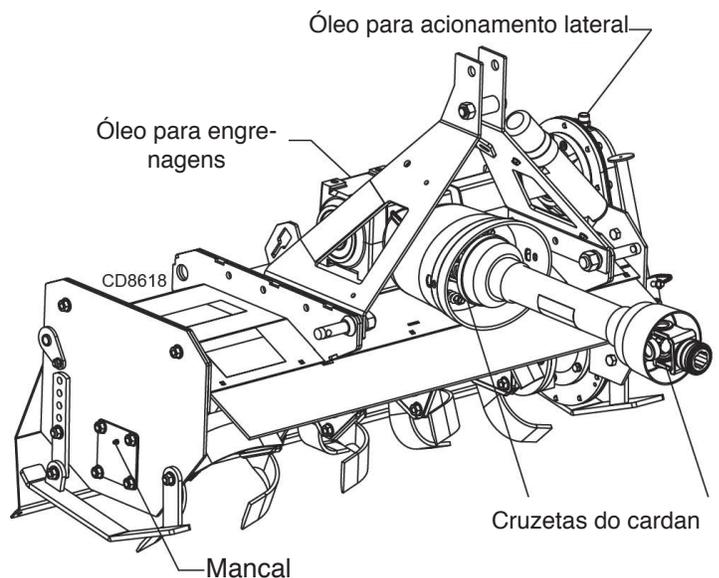

Figura 13. Pontos de lubrificação.
2. Veja a Figura 13 pelos pontos e frequência da lubrificação com base nas condições normais de operação. Condições severas ou incomuns podem exigir uma lubrificação mais frequente. .